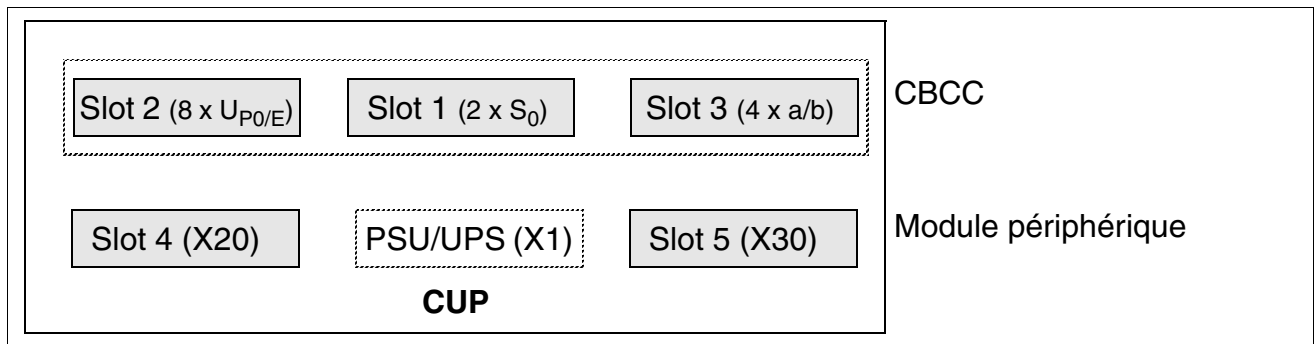

Figure 3-11 Fond de panier CUP (S30777-Q751-X)
- CUP (**C**onnection **U**nit **P**oint) S30777-Q751-X (figure 3-11) - pour montage dans HiPath 3350 (boîtier mural)